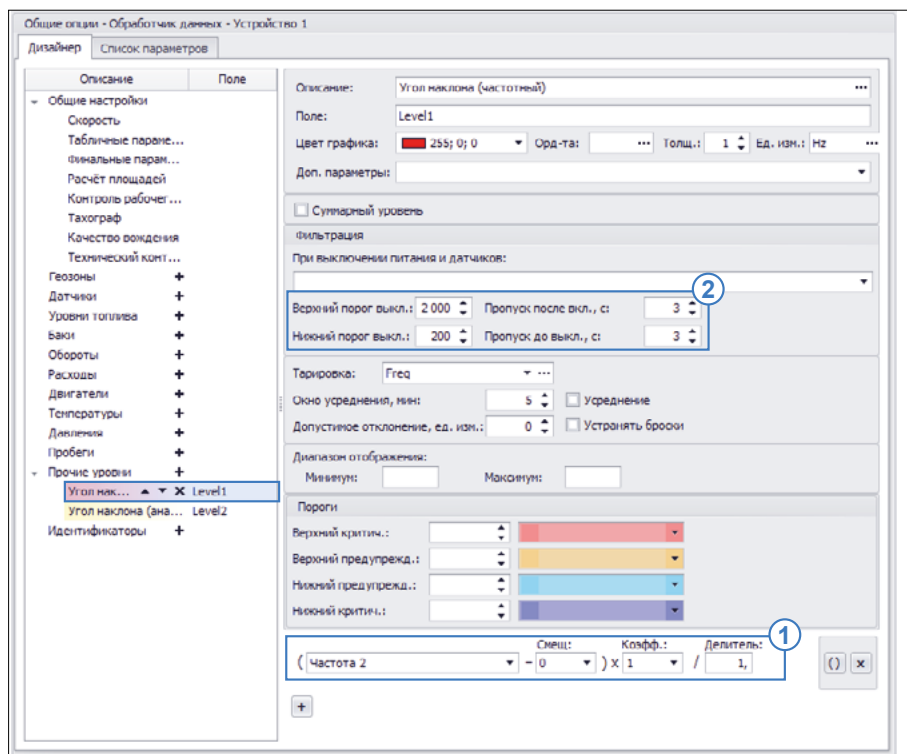

Рис.30. Пересчет показаний частоты в углы наклона.
- в Дизайнере добавьте новый параметр в группе «Прочие уровни» (**Рис.30**);
- создайте выражение для получения показаний частоты с цифрового входа 2 контроллера и пересчета этих показаний в углы наклона (**Рис.30, п.1**). Пересчет частоты в угол наклона выполняется по формуле, заданной для датчика ТКАМ:
- настройте фильтрацию показаний угла наклона, выходящих за пределы возможного диапазона. Датчик ТКАМ осуществляет измерение угла наклона в диапазоне от 0 до 180 градусов. Т.е. все значения вне этого диапазона можно считать ошибочными (**Рис.30, п.2**);